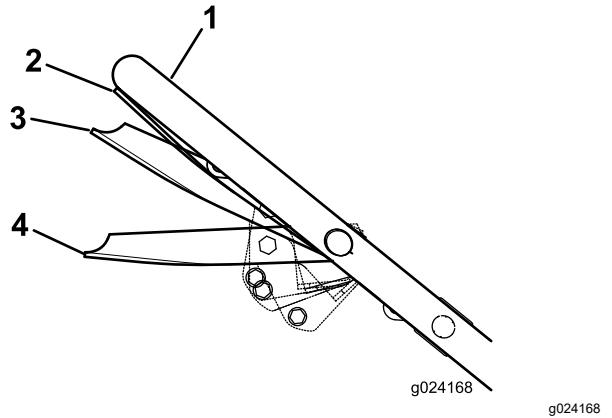

Figure 16
3. Serrez la barre de commande contre le guidon en position Marche/Déplacement (Figure 16).
Important: Ne changez pas de vitesse lorsque vous serrez la barre de commande contre le guidon en position Marche/Déplacement au risque d'endommager la transmission. Placez la barre de commande en position Marche/Changement (Figure 16) pour changer de vitesse de déplacement.